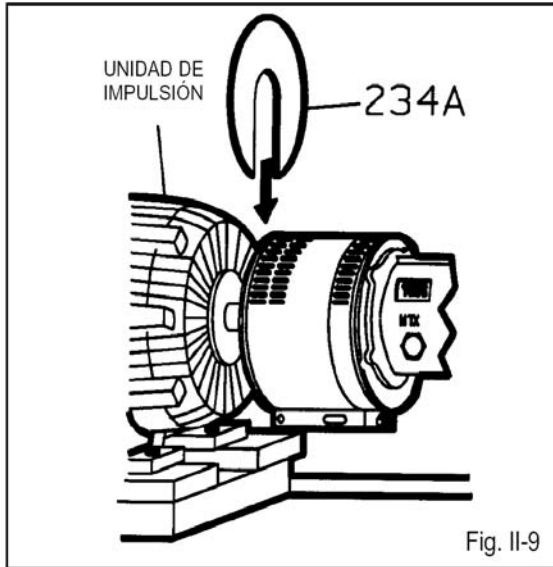

Fig. II-9
5. Coloque la placa de extremo (extremo de la unidad de impulsión) sobre el eje del motor, tal como se muestra en la Fig. II-9. Sitúe la placa de extremo en la ranura anular en la sección trasera de la mitad del protector del acoplamiento (extremo de la unidad de impulsión) y sujétela con un perno, tuerca y dos (2) arandelas a través del agujero redondo en la parte trasera de la mitad del protector. Apriete con los dedos únicamente.
2. Quite la tuerca, el perno y las arandelas de la mitad del protector del acoplamiento (extremo de la unidad de impulsión) y retire la placa de extremo. Fig. II-9.